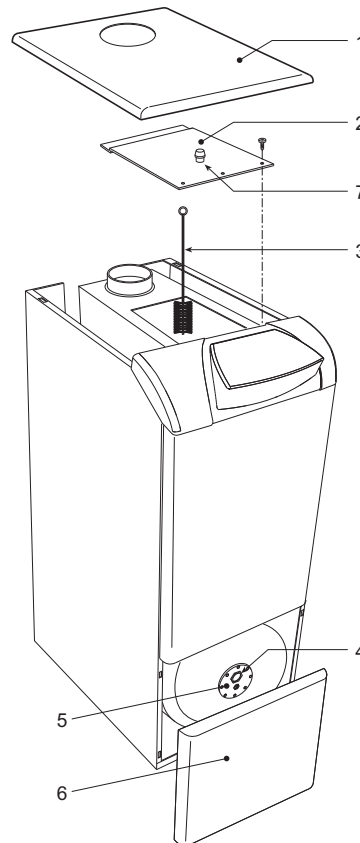

рис. 21 - Очистка котла
Для выполнения очистки котла следуйте (рис. 21) нижеприведенным указаниям:
- Демонтируйте лицевую панель бойлера (6 - рис. 21).
Состояние магниевого анода (4 - рис. 21) можно проверять снаружи, отвинтив его от фланца бойлера (после перекрытия подачи воды в систему ГВС и опорожнения бойлера).
Внутри котла, в верхней части прерывателя тяги, предусмотрена одна точка отбора проб дымовых газов (поз. 7 - рис. 21).